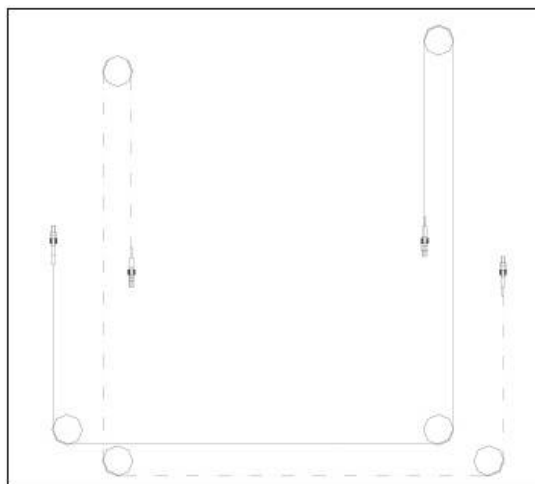

Рис. 30
- ◆ Установите балансирующие тросы в соответствии с рис. 30. Трос можно протянуть из отверстия на панели перед фиксированием обеих колонн.